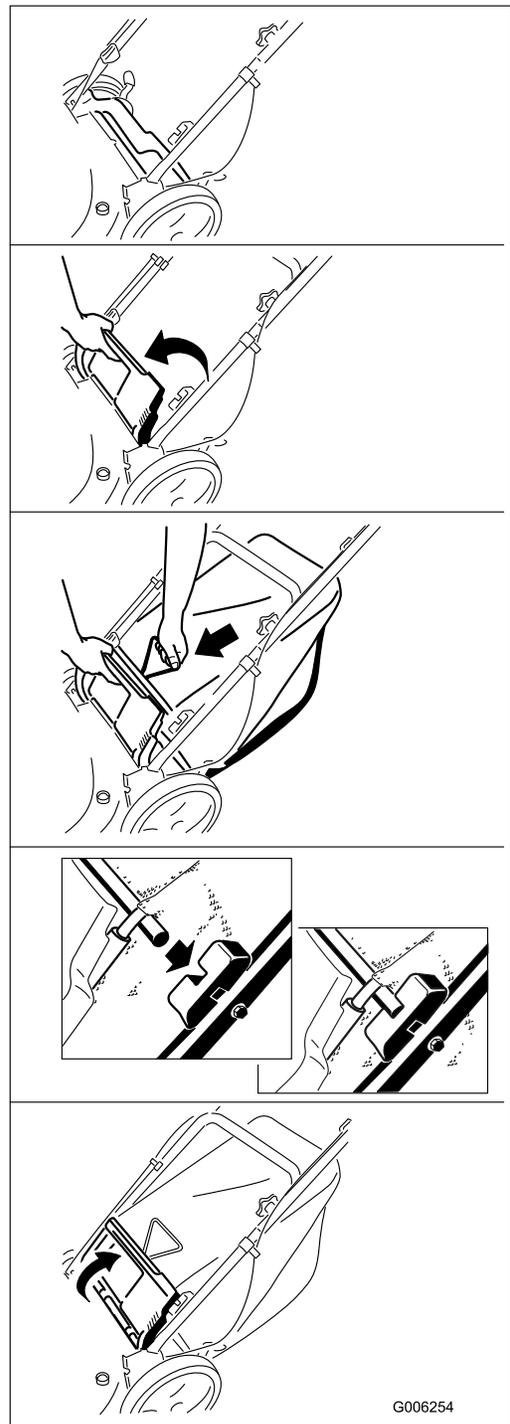

Figure 16
2. Installez le bac à herbe (Figure 16).